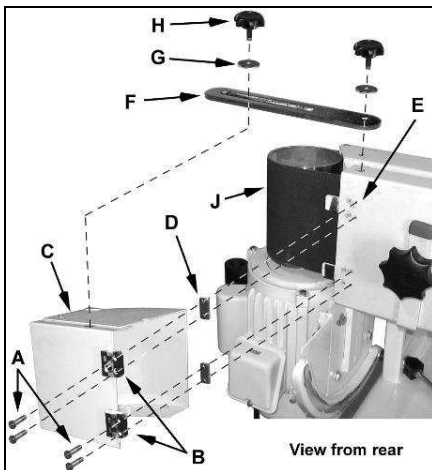

Fig 5
Montieren Sie die Rollenabdeckung (C, Fig 5) mit vier M4x20 Schrauben (A).